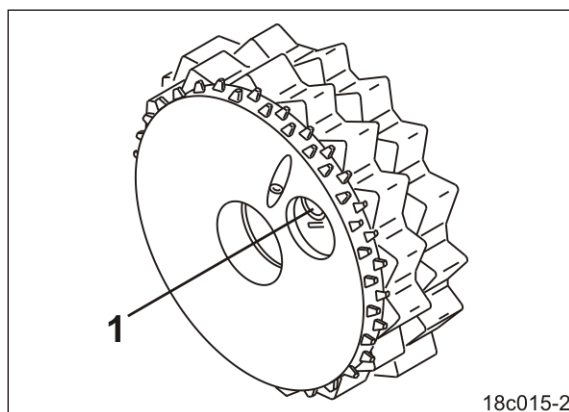

Fig. 65
1. Das Normalsärad soweit von Hand auf der Säwelle verdrehen, bis der Stift (Fig. 65/1) in der Bohrung sichtbar ist.